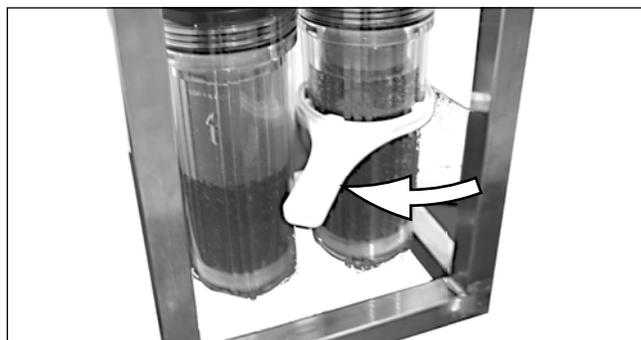

Abb. 7
1. Schrauben Sie jede der beiden Kartuschenhalterungen mit dem mitgelieferten Filterschlüssel von ihrer Halterung ab (Abb. 7).